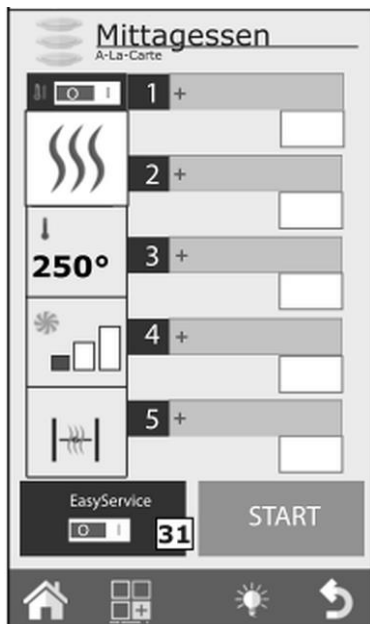

Abb. 38
1. Um Easy Service zu aktivieren, den stellen Sie den Schalter Easy Service (31, Abb. 38) auf die Position „I“.